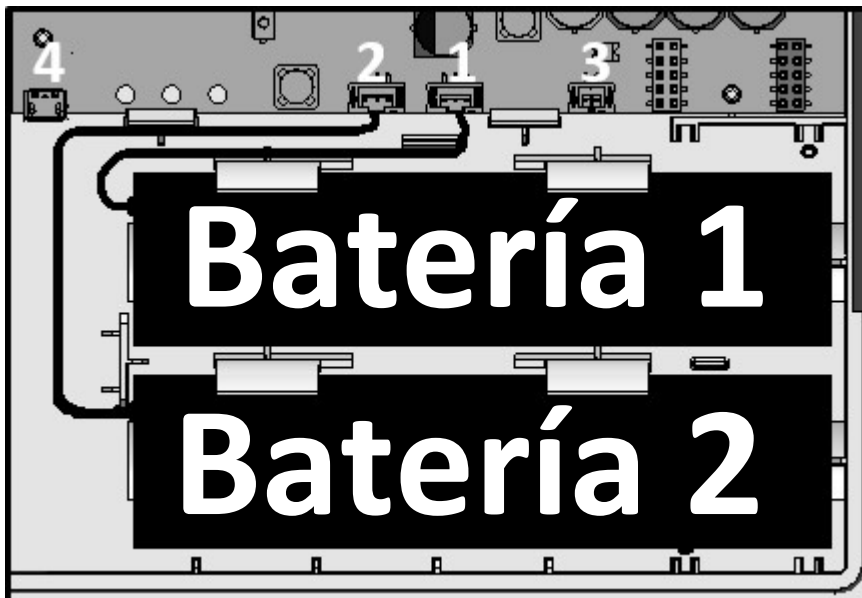

Fig. 1: Vista interior del concentrador (detalle)
- Presione la(s) clavija(s) de la(s) batería(s) en la(s) toma(s) correspondiente(s) (véase la fig. 1). El LED de estado verde parpadea ahora cada 30 segundos.